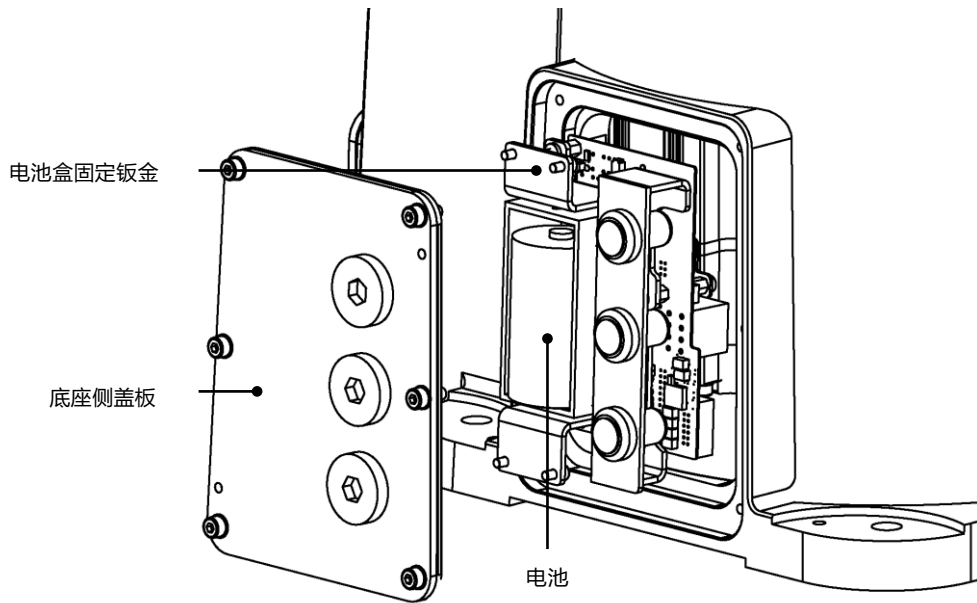

图 9-4 更换电池示意图
- 步骤4.** 从右盖板上拆卸电池盒固定钣金，即可看到电池，如图 9-4 所示。